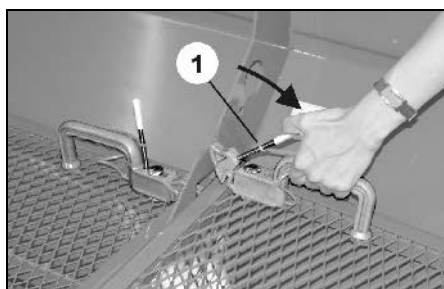

Fig. 7
- (Fig. 7/1) Frigöringsläge för att fälla upp skyddsgallret
2. Använd handtaget för att vrida frigöringsverktyget (Fig. 7).